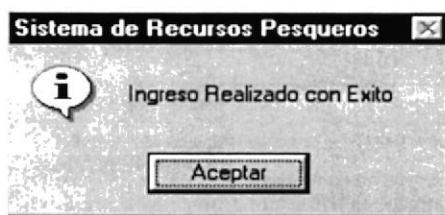

Figura 8.31 Mensaje de Ingreso
2. Si se guarda una Planta nueva se mostrará el siguiente mensaje (ver figura 8.31).